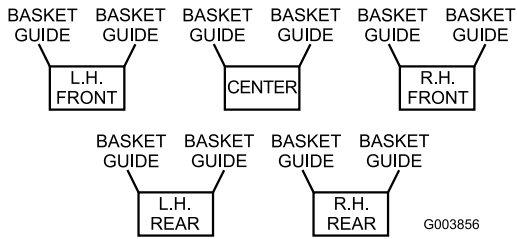
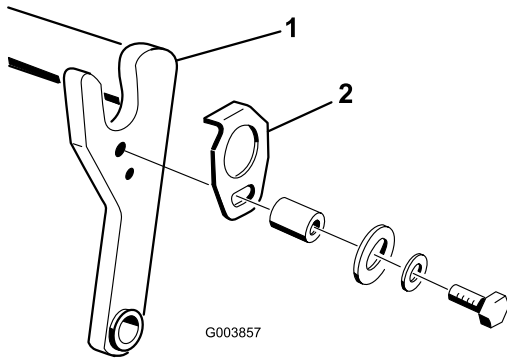
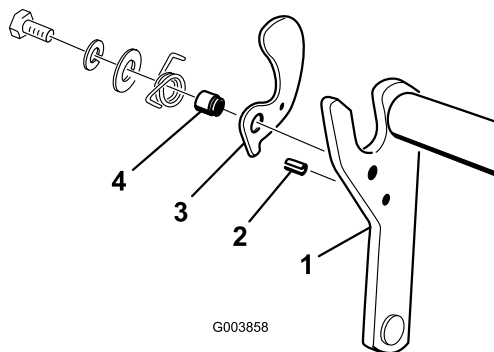

Figura 6
Figura 7
Figura 8
2. Se instalar os cestos das unidades de corte, consulte a tabela abaixo (Figura 6) para determinar os locais onde vão ser montados os respectivos suportes ou guias nas estruturas de suporte da unidade de corte. Se não for utilizar os cestos, avance para o passo 4.
3. Fixe uma guia de cesto (Figura 7) na parte lateral adequada de cada estrutura de suporte da unidade de corte (Figura 8) com um perno (5/16 x 1-3/4 polegadas), uma anilha chata, uma anilha de segurança ou com os fechos retirados anteriormente, como indicado em Figura 7.
4. Coloque um pino (Figura 8) no orifício na parte lateral adequada de cada estrutura de suporte da unidade de corte (Figura 6).